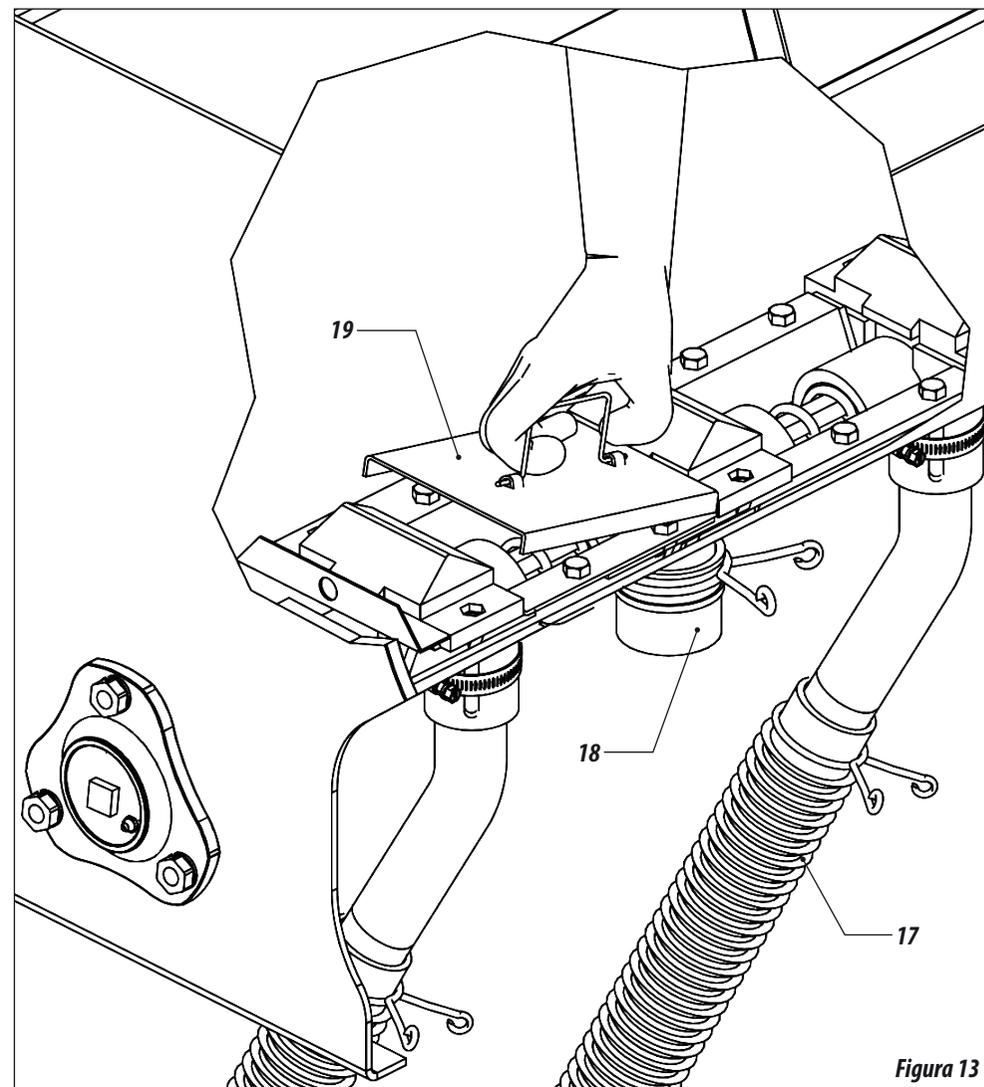

Figura 13
12 - Feche a entrada do adubo dentro do depósito colocando a tampa (19). **Figura 13.**